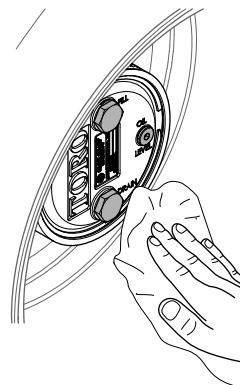

Figure 77
3. Essuyez soigneusement les carters de frein et de train planétaire (Figure 77).